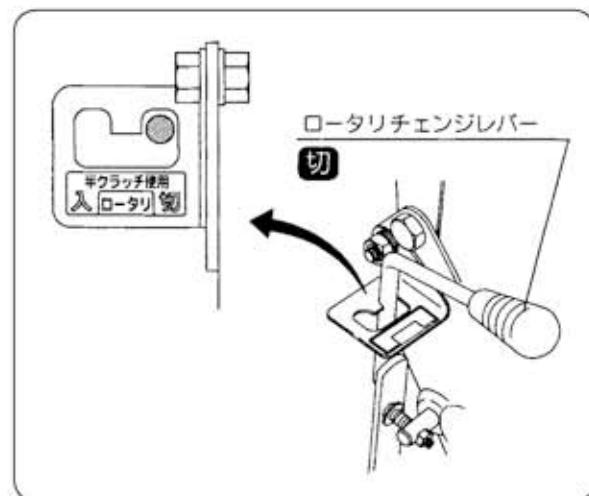

図5
- ② ロータリーチェンジレバーが [切] 位置になっているかを確認してください。（図5）